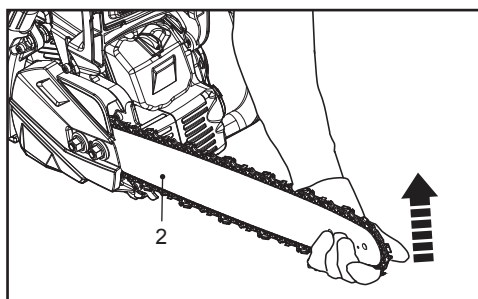

Fig. 7
1. Ridică vârful lamei de ghidare (2) și ține-l pentru a regla tensiunea lanțului (Fig. 7).